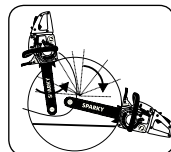

Рис. 11D
2. Когда диаметр ствола больше длины шины, выполняются 2 среза, как это показано на (Рис. 11D).